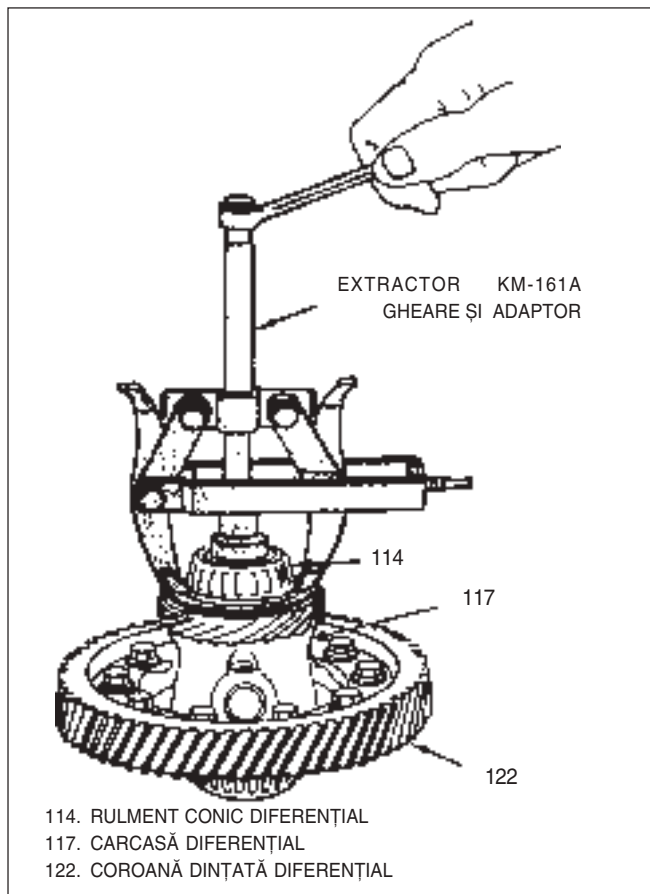

Fig. 60 Demontare rulment conic diferențial
### Demontare sau deconectare(Fig 60,70÷76)
- 1) Rulment conic diferențial(114) folosind adaptoarele J 22888 și J 35378, Fig 60 și 70.